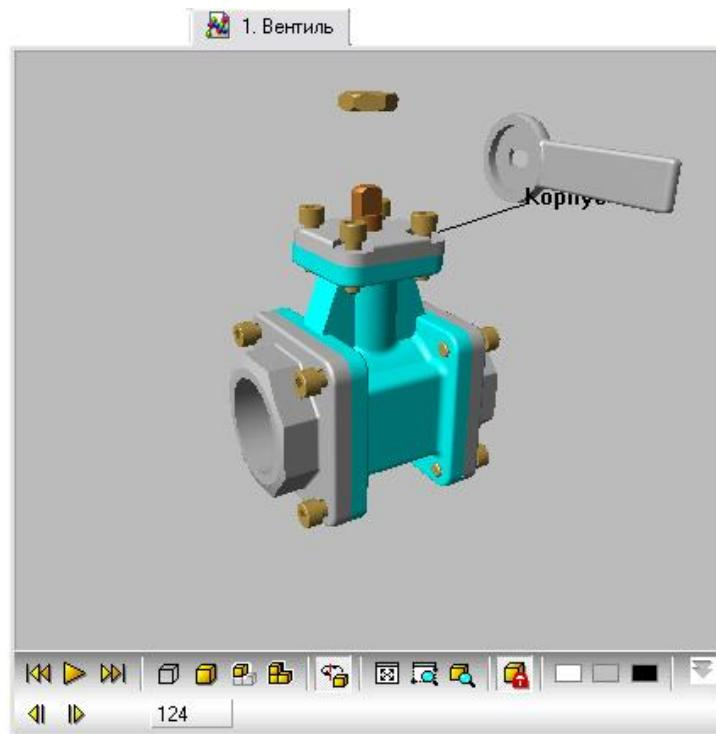

Рис. 113
2. В какой-то момент нажмите на кнопку **Пауза** . Процесс разборки изделия остановится и на дополнительной панели в окошке **Текущий кадр** появится номер кадра, на котором разборка остановлена (Рис. 113).